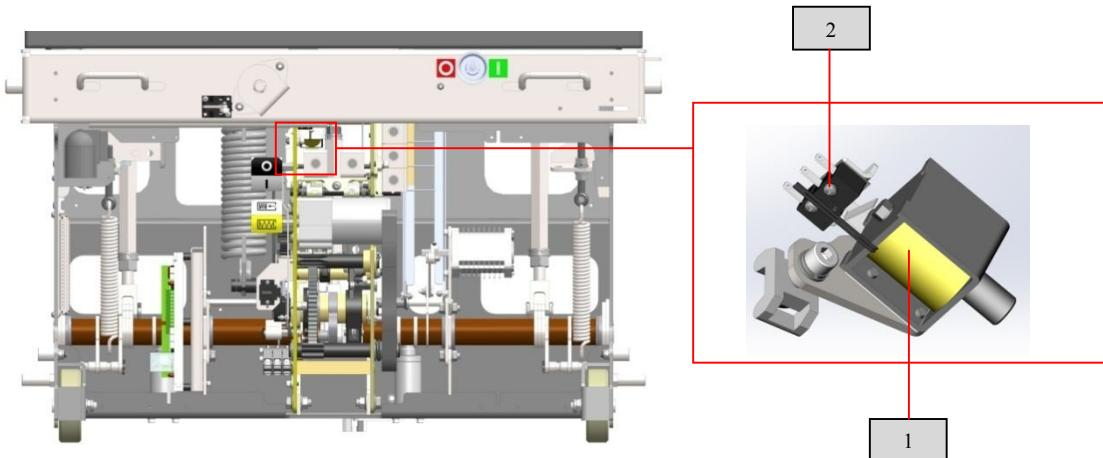

Рис. 6 Электромагнитная блокировка включения
Силовая пружина (1) удерживается во взвешенном состоянии спусковым механизмом включения, который управляет электромагнитом включения (4) или кнопкой включения (6), или поворотом ключа оперирования рис. 6 установленного в гнездо (15). При подаче команды на включение спусковой механизм включения освобождает силовую пружину (1), которая переводит подвижные контакты ВДК во включенное положение, одновременно растягивая отключающие пружины привода (расположены снизу полюсов главной цепи) для подготовки привода к
осуществляется посредством винта (1) при помощи рукоятки оперирования выкатным элементом (рис. 6), которая устанавливается в гнездо (2).
1.4.1.5.6. Электромагнитная блокировка включения (рис.6) предназначена для блокировки кнопки "Включение" и соленоида включения. При отсутствии напряжения шток соленоида блокировки включения (1) блокирует кнопку " Включение", а микропереключатель (2) разрывает цепь включения выключателя.